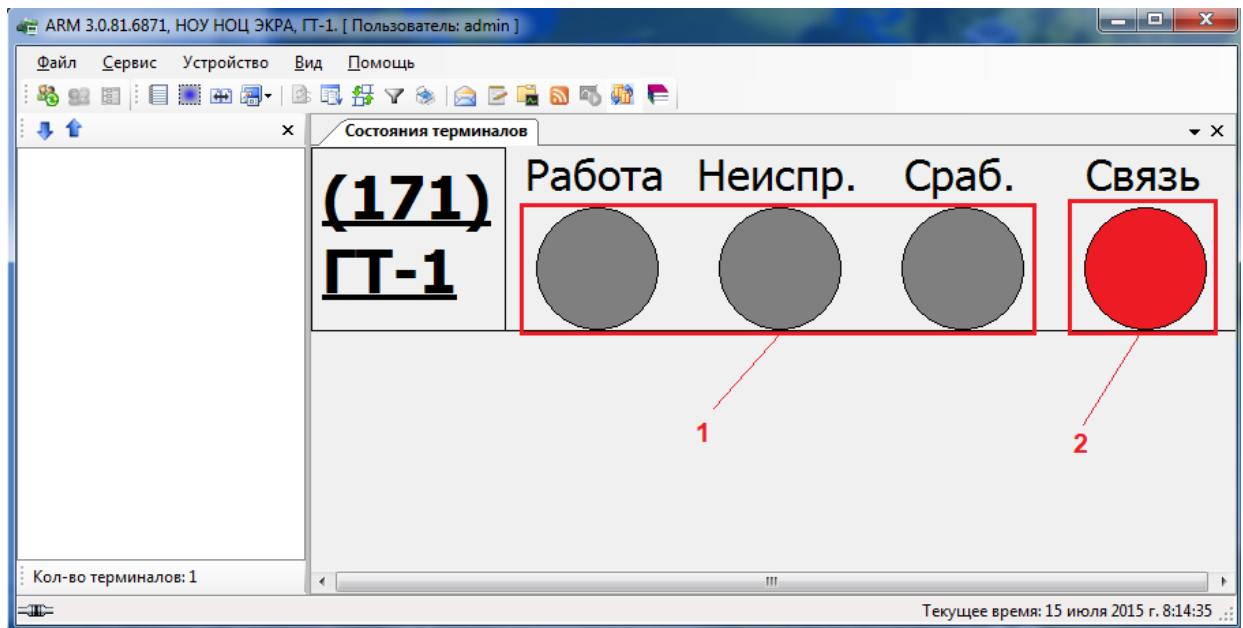

Рисунок 5.19
- а) нет связи с терминалом (см. рисунок 5.19, поз. индикаторов: 1 – серый цвет, 2 – красный цвет);